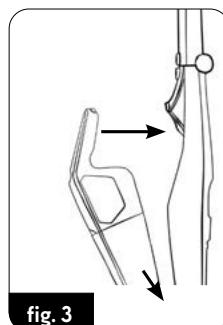

fig. 3
5. Installez l'aspirateur (5) dans la poignée (2) comme indiqué sur la figure (fig.3).